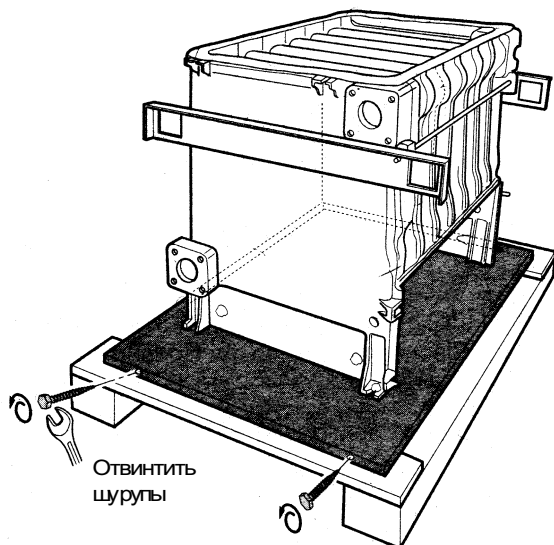

Рис.13. KN 45...63-8...
- KN 45...63-8... фиксация сбоку, см. рис.13.
- ▶ В отверстия поперечной балки (19) вставить предназначенные для переноса трубки и и снять блок секций с основания.